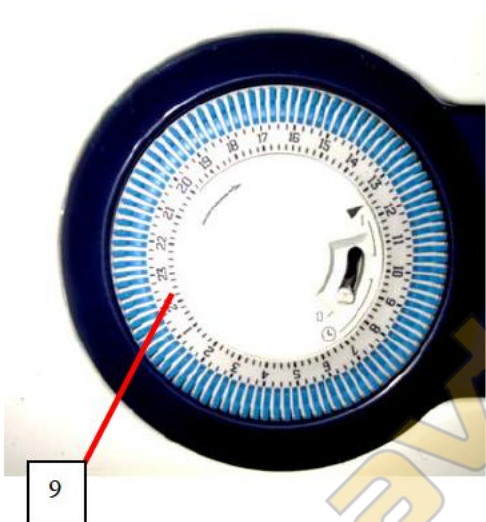

Рисунок 3
- Вращайте циферблат по часовой стрелке до тех пор, пока стрелка не будет указывать текущее время (Рисунок 3).